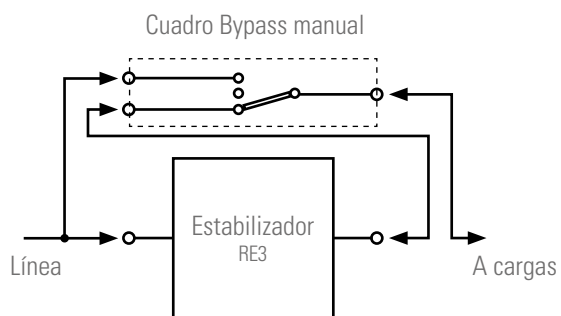
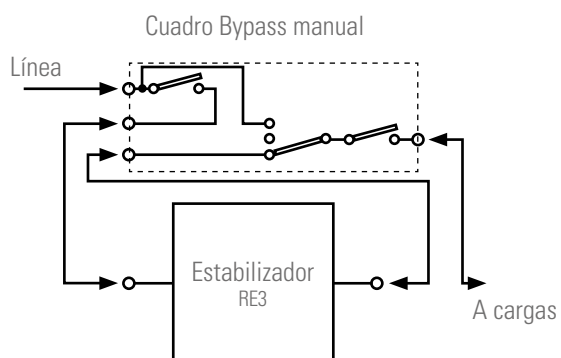
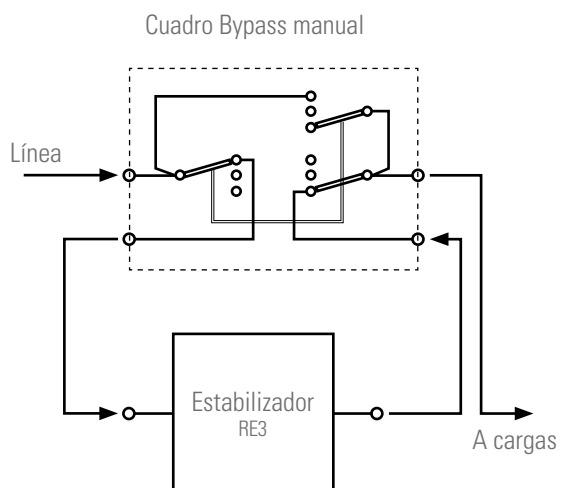

Fig. 16. Conexión estabilizador con Cuadro de Bypass manual con conmutador simple.
Fig. 17. Conexión estabilizador con Cuadro de Bypass manual con conmutador simple y protecciones.
Fig. 18. Conexión estabilizador con Cuadro de Bypass manual con conmutador doble.
- Las conexiones entre el Cuadro de Bypass con la red de alimentación, el estabilizador y cargas será distinto si se trata de un Cuadro con conmutador simple (ver Fig. 16), si dispone adicionalmente de interruptores de protección (ver Fig. 17) o si es el Cuadro dispone de un conmutador doble (ver Fig. 18). El disponer o no de interruptor de salida no tendrá consecuencias en cuanto a conexionado.